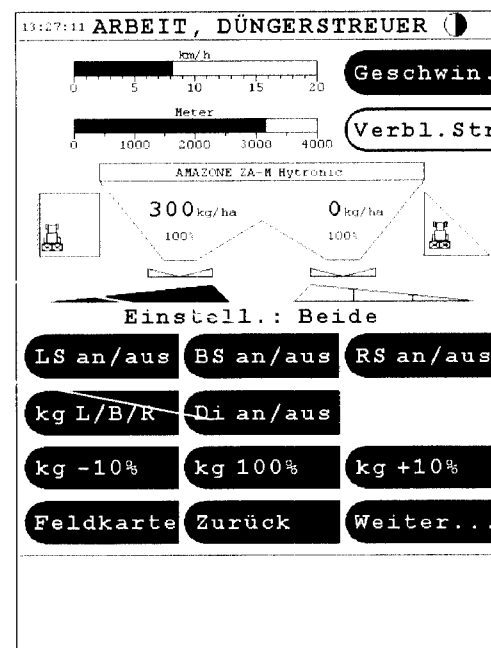

Fig. 25
Während des Streuens ist der vorgewählte Streumengen-Sollwert für **beide Mengenschieber gemeinsam** oder für **jeden Schieber einzeln** veränderbar. Die Einstellung wird auf dem Display des Arbeitsmenüs angezeigt (Fig. 25/1 )
*Für ZA-M Hydro und ZA-M Hydro Profis (Fig. 25)*
**Aus Sicherheitsgründen ist die Taste 3 sec. zu halten .( Fig. 25/2 )**